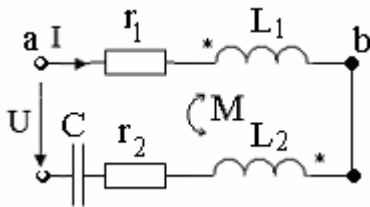

Рис. 73
51. Две индуктивно связанные катушки (рис. 73) соединены последовательно с конденсатором. Определить ток в цепи, если известно: $U=100$ В, $r_1=5$ Ом, $r_2=3$ Ом, $\omega L_1=4$ Ом, $\omega L_2=2$ Ом, $\omega M=2$ Ом, $1/\omega C=4$ Ом.